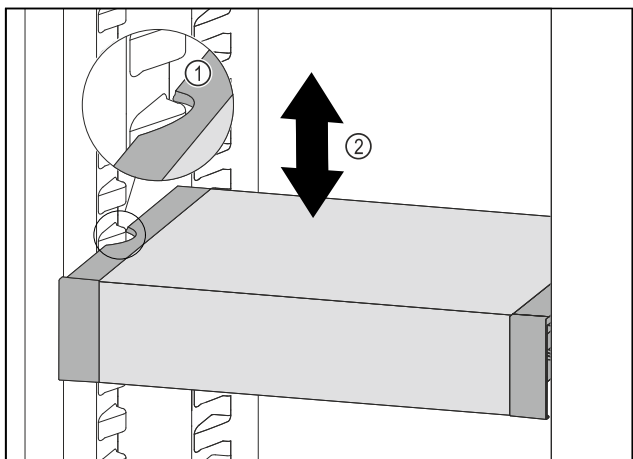

Fig. 137
- ▶ Trageți în față VarioSafe, până când degajările laterale ale VarioSafe se află la înălțimea nervurii recipientului din frigider. Fig. 137 (1)
- ▶ Mișcați în sus sau în jos VarioSafe în frigider, până când este atinsă înălțimea dorită. Fig. 137 (2)